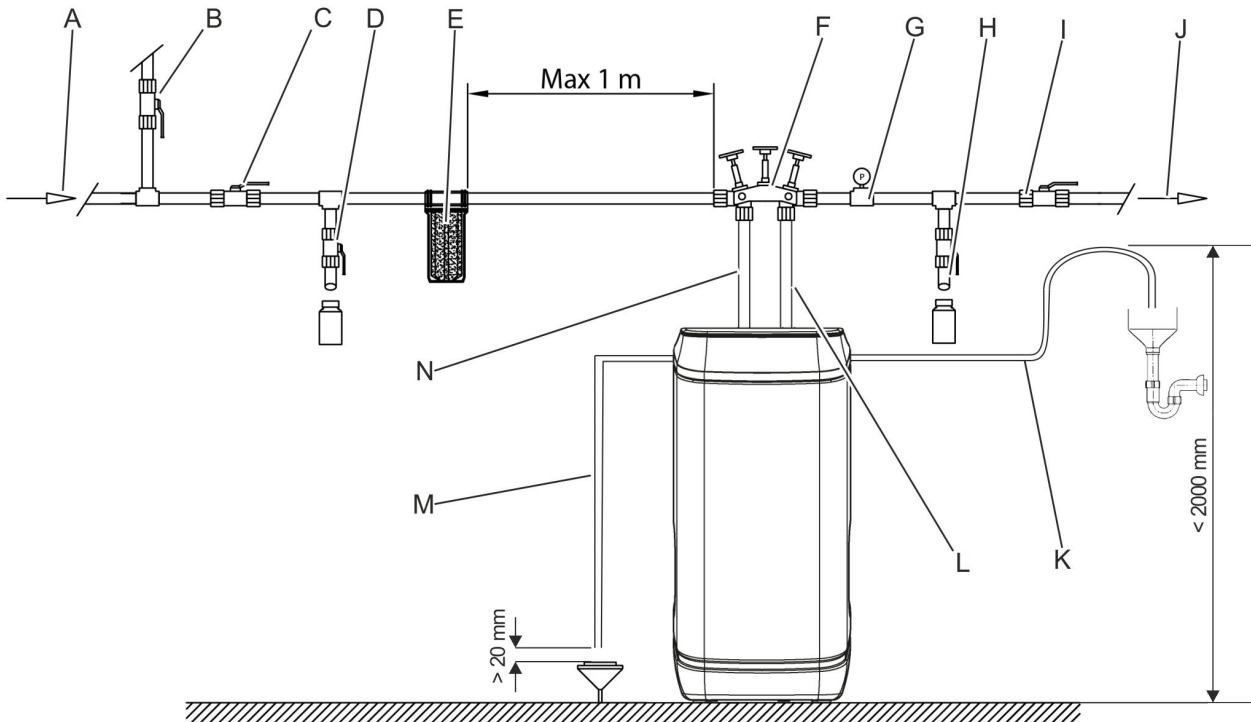

Abb. 4: Installationsschema
1. → Vorgesaltetes Absperrventil mit Rückschlagventil (Abb. 4/C) und Absperrventil (Abb. 4/I) sperren.
Prüfventile (Abb. 4/D und Abb. 4/H) öffnen.
Das Manometer (Abb. 4/G) muss einen Druck von 0 bar anzeigen.
1. ► Trinkwasserfilter (Abb. 4/E) im Abstand von max. 1 m von der Verschneidearmatur auf der Eingangsseite des Wasserenthärters installieren.
2. ► Druckreduzierventil, falls notwendig, vor der Verschneidearmatur (Abb. 4/F) und dem Trinkwasserfilter (Abb. 4/E) installieren.
Maximalabstand zwischen Boden und Abflussschlauch für Abwasser von 2 m nicht überschreiten (Abb. 4/K).